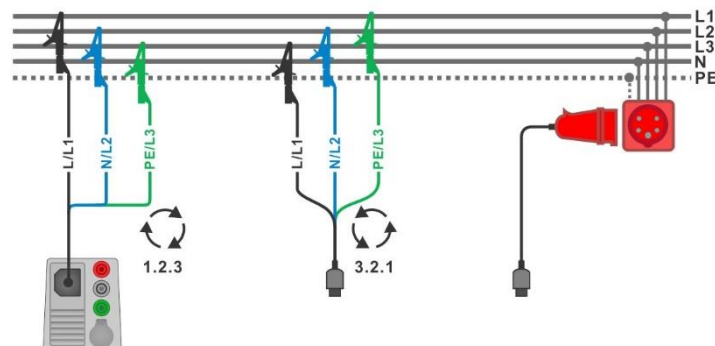
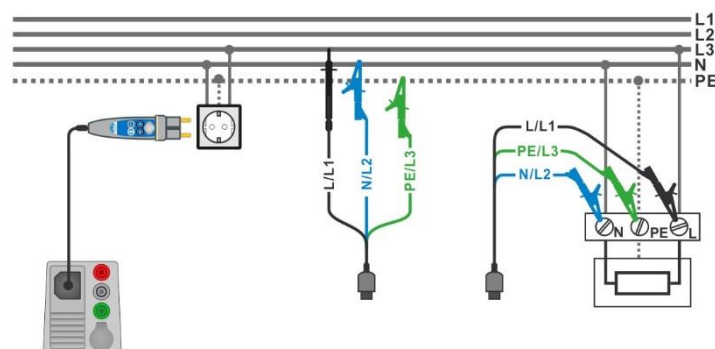

Abbildung 7.2: Anschluss des 3-Leiter Prüfadapters und des optionalen Adapters im Drei-Phasen-System
Abbildung 7.3: Anschluss des Commander-Prüfsteckers und des 3-Leiter Prüfadapters im Ein-Phasen-System
- › Schließen Sie die Prüfleitungen am Prüfling an (siehe und).Schließen Sie die Prüfleitungen am Prüfling an (siehe **Abbildung 7.2** und **Abbildung 7.3**).